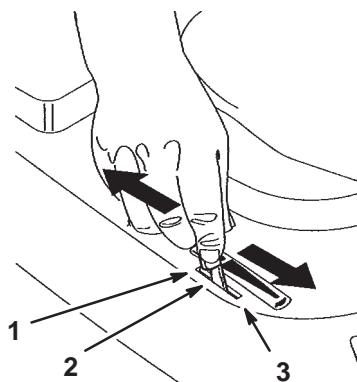

Bild 7
4. Stellen Sie den Gashebel auf „Choke“ (Bild 7).
6. Schieben Sie den Gashebel, sobald der Motor ange sprung ist, langsam auf „Schnell“ (Bild 7). Stellen Sie, wenn der Motor aussetzt oder unregelmäßig läuft, den Gashebel für ein paar Sekunden wieder zurück auf „Choke“. Stellen Sie dann den Gashebel auf „Schnell“. Wiederholen Sie diesen Vorgang nach Bedarf.
1. Stellen Sie den Gashebel auf „Langsam“ (Bild 7).